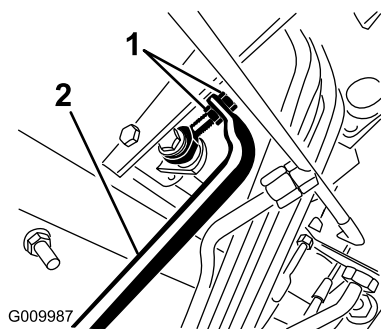

Рисунок 99
5. Отрегулируйте контргайки на торце штока насоса, переместив трубку управления насосом вперед, чтобы машина не «ползла» вперед, или назад, чтобы машина не «ползла» назад (Рисунок 99).